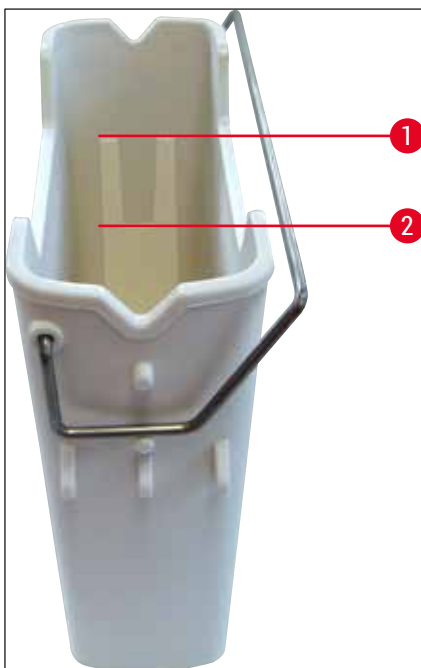

Fig. 67
4. Controllare che il livello di riempimento sia sufficiente (→ Fig. 67) e che il reagente sia privo di sporcizia. In caso di contaminazione, è necessario sostituire lo xilene (→ p. 38 – 4.6.3 Preparare la cuvetta per reagenti, riempirla e inserirla nel cassetto di caricamento) e pulire la cuvetta per reagenti prima di riempirla nuovamente.